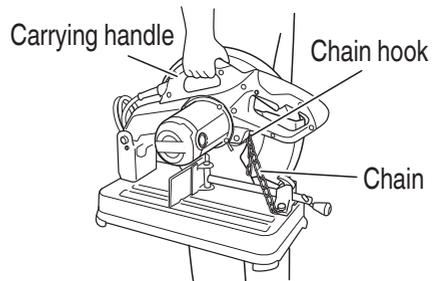

Fig. 13
8. Transporting the unit (**Fig. 13**)